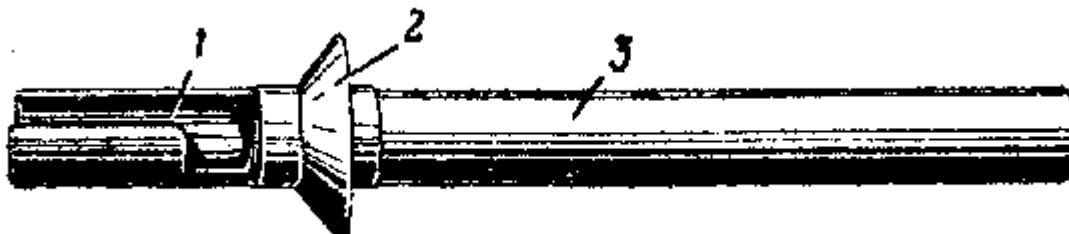

Рис. 6. Мортирка:
**Мортирка** (рис. 6) служит для направления полёта гранаты. Она состоит из **цилиндрической трубки** и **тарели**. Один конец трубки, которым надевается мортирка на ствол винтовки, имеет коленчатую прорезь для прохода основания мушки. На трубку надета и приварена за коленчатой прорезью тарель, служащая отражателем газов при выстреле.